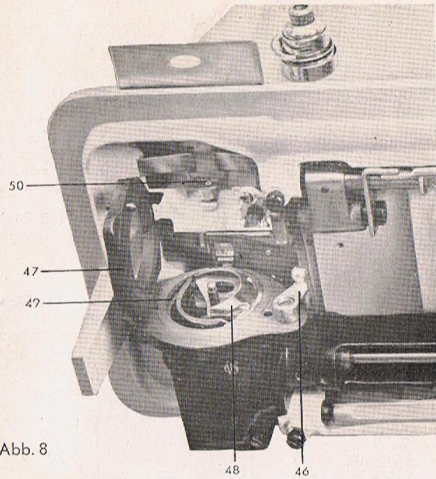

Abb. 8
Sodann schwenkt man den Vorreiber (Abb. 8/46) nach rechts und öffnet den Greiferbahndeckel (47) durch Ausschwenken nach links und nimmt den Greifer (48) heraus. Entfernen Sie die Fadenreste sorgfältig von der Gleitfläche (49) und wischen Sie diese dann anschließend mit einem öligen Wattebausch ab. Das Einsetzen der Greiferteile erfolgt in umgekehrter Reihenfolge.